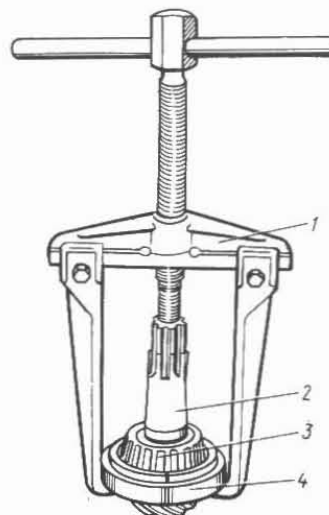

Fig. 3-63. Desmontaje del aro interior del cojinete trasero del piñón de ataque con el extractor universal A.40005/1/7:
- quite del piñón de ataque el casquillo distanciador y con ayuda del extractor universal A.40005/1/7 y del dispositivo A.45008 (fig. 3-63) saque el aro interior del cojinete de rodillos trasero;